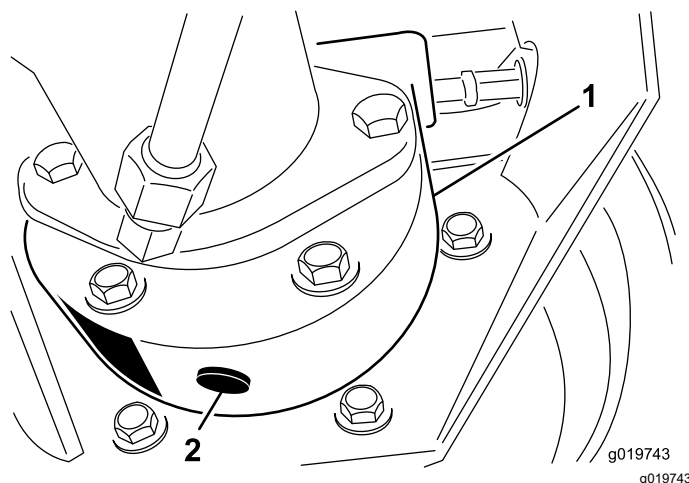

Figure 87
3. Placez un bac de vidange sous le carter de frein et enlevez le bouchon pour permettre à l'huile de s'écouler (Figure 87).